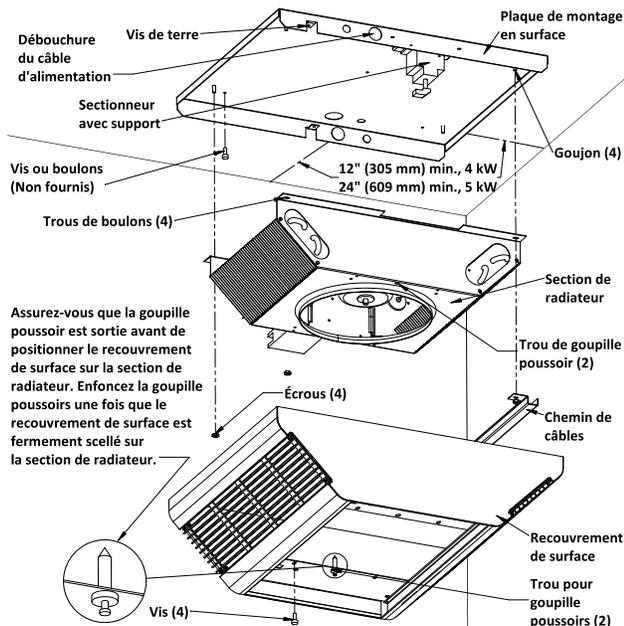

Figure 2
6. Positionnez la plaque de montage en surface contre le plafond et fixez-la avec des boulons ou des vis (Figure 2). Voyez l'avertissement N° 9. Connectez le fil d'arrivée de terre sur la vis de terre verte de la plaque de montage en surface.
10. Positionnez la section de radiateur par-dessus les goujons de la plaque de montage en surface (Figure 2).
11. Poussez la section chauffante sur les goujons et serrez solidement les deux écrous (fournis) sur les goujons pour fixer la moitié de la section chauffante opposée aux fils gainés à la plaque de montage en surface. Poussez la conduite sur les goujons en vous assurant que les fils gainés sont dans la conduite, puis serrez fermement les deux écrous (fournis) sur les goujons pour fixer la conduite et l'autre moitié de l'appareil de chauffage à la plaque de montage en surface (Figure 2).
SI VOUS N'INSTALLEZ PAS BIEN LES QUATRE ÉCROUS DE FIXATION LE RADIATEUR PEUT TOMBER (VOYEZ LA FIGURE 2).
REMARQUE : Assurez-vous que la goupille poussoir dans chaque extrémité de la grille de soufflage est tirée en position sortie pour permettre aux corps de goupille de bien entrer dans les trous de la section de radiateur (Figure 2).
15. Installez et serrez bien quatre vis (fournies) pour retenir le recouvrement de surface avec la section de radiateur (Figure 2).
SI VOUS N'INSTALLEZ PAS BIEN LES QUATRE VIS LE RECOUVREMENT DE SURFACE PEUT TOMBER (VOYEZ LA FIGURE 2).
SI VOUS N'INSTALLEZ PAS BIEN LES QUATRE VIS, LE RECOUVREMENT DE SURFACE PEUT TOMBER (VOYEZ LA FIGURE 2).